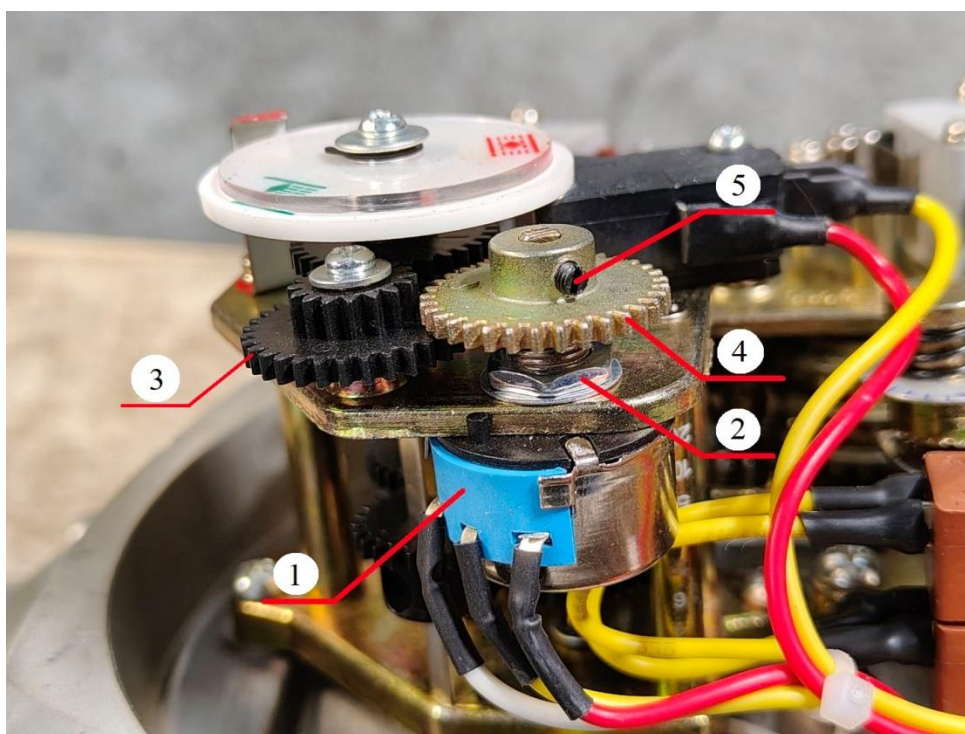

Рисунок 8. Потенциометр
2.7.2. Для подключения потенциометра необходимо – ослабить гайку 2 (рис.8) и переместить потенциометр 1 таким образом, чтобы произошло зацепление ведущей шестерни 3 с ведомой шестерней 4. Зафиксировать положение потенциометра 1 затянув гайку 2. Для удобства настройки ведомую шестерню 4 можно демонтировать, для этого необходимо ослабить винт 5.